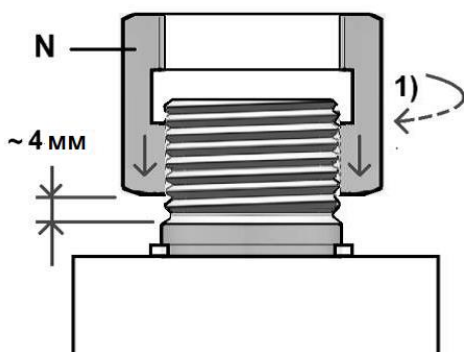

Рисунок 10
1) Наденьте накидную гайку (N, рисунок 10) на шпindelь станка и закрутите примерно на 2 оборота (4 мм) до конца резьбы на конце шпинделя.